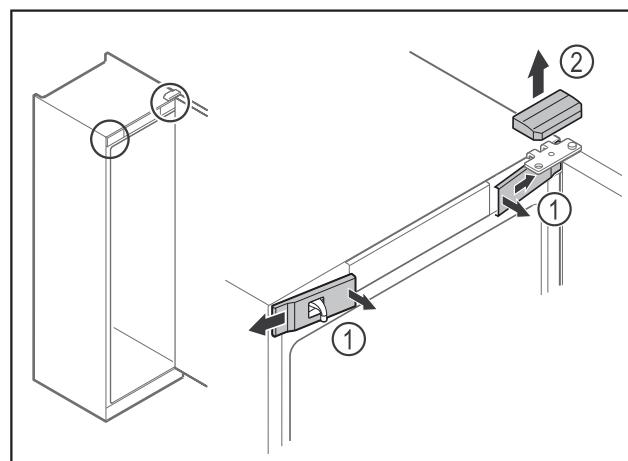

Fig. 11
- Передние крышки Fig. 11 (1) освободите от фиксации с внутренней стороны и отведите в сторону.
- Движением вверх снимите верхнюю крышку Fig. 11 (2).